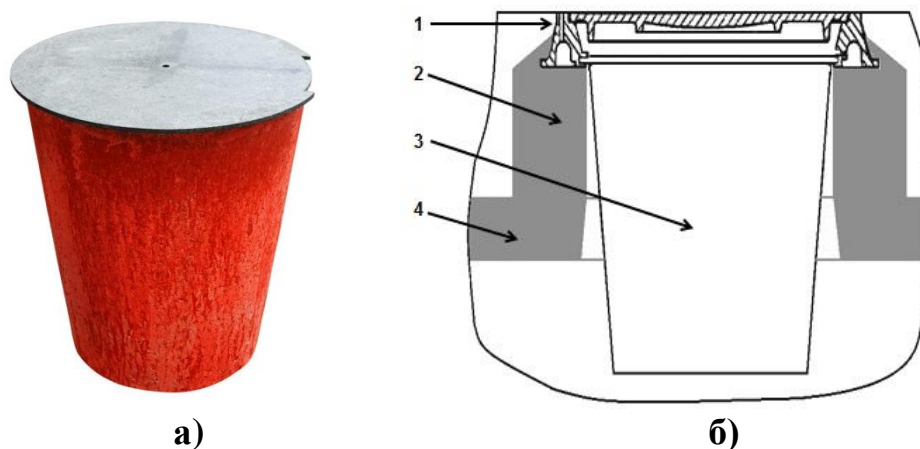

Рис. 1. Устройство УАЗк-ССД: а – внешний вид устройства;
2.1. УАЗк представляет собой железобетонную конструкцию в форме перевернутого усеченного конуса, которая устанавливается в чугунный люк колодез ГТС вместо нижней крышки (рис. 1).
7.9.Устанавливают на люк верхнюю чугунную крышку (рис. 1, б).